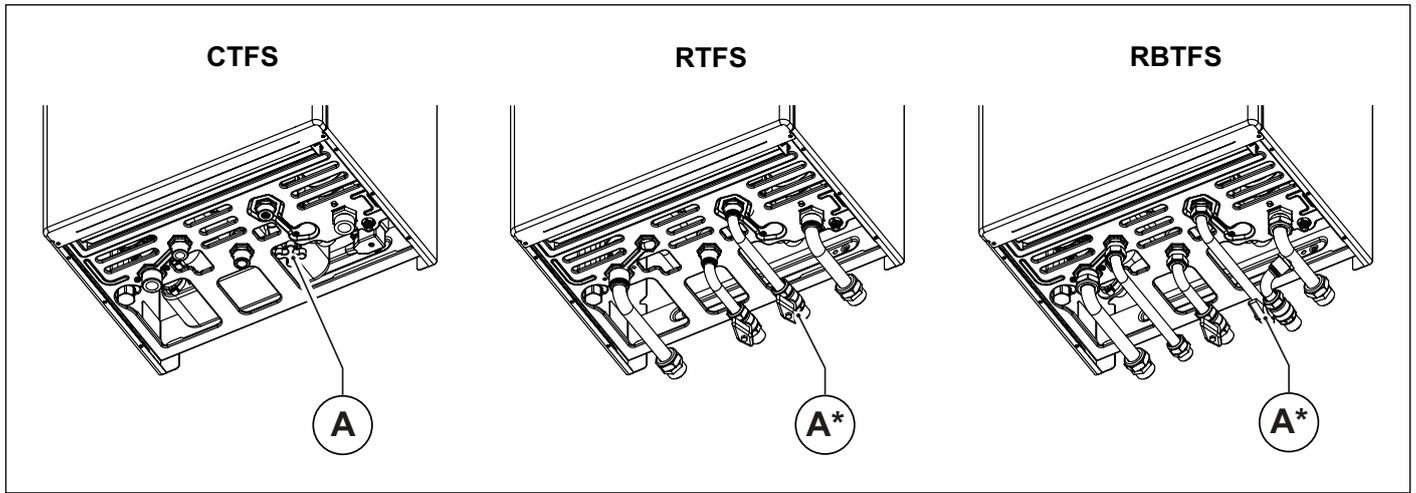

图 2 补水阀 - (A*) 可选
通过补水阀 (A) 来进行系统加注 (参见图 2 补水阀 - (A*) 可选)。